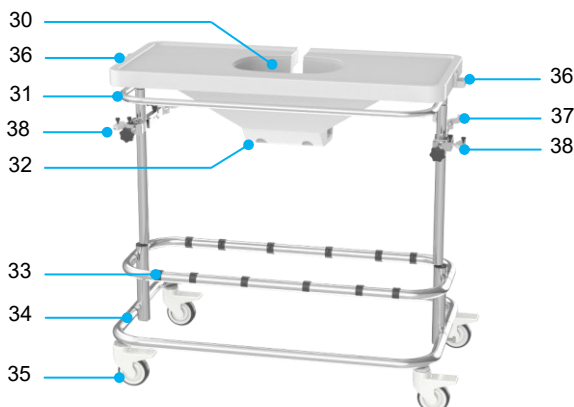

Figure 8 Chariot
L'unité thermique et les deux unités de pompe sont montées sur un chariot (Figure 8). Le chariot est équipé de roues pivotantes avec freins et d'une barre de poussée pour permettre le transport dans l'hôpital.
- Placez le chariot dans la bonne position et actionnez les freins des roues pivotantes (Figure 8, élément 35).
- Placez le réservoir pour le foie dans la cavité du plateau du Liver Assist (Figure 8, élément 30).
- Orientez le tubage bleu vers le côté portal (VP) et le tubage rouge vers le côté artériel (AH)
- Placez les capteurs de pression de part et d'autre du plateau (Figure 8, élément 36).
- Placez les oxygénateurs dans les supports du chariot (Figure 8, élément 37) en les pressant dans la pince ; voir (Figure 11).